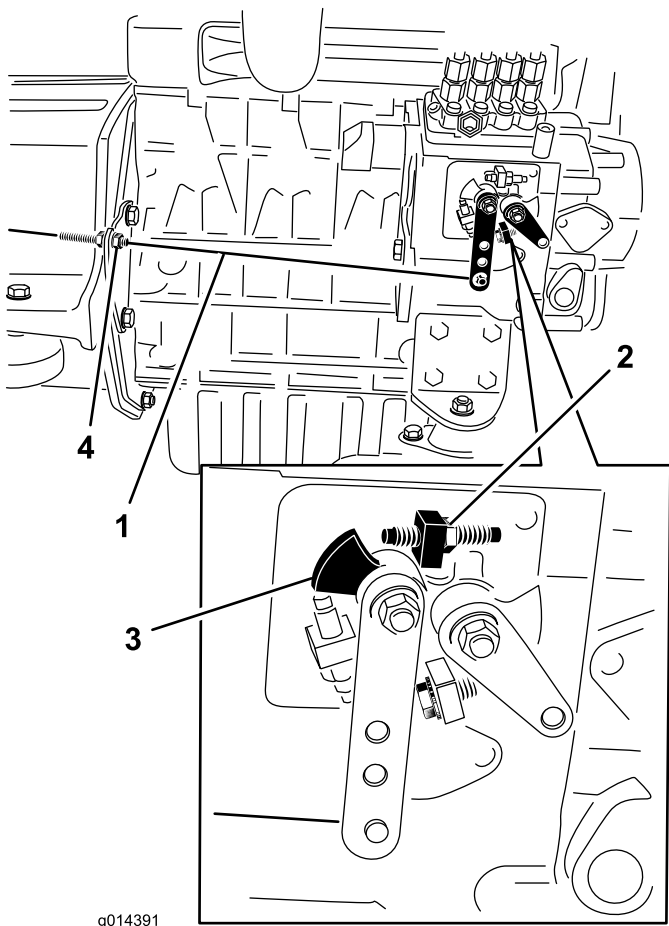

Figura 35
- Si es necesario, la posición de las contratuerca del cable de control del acelerador puede ajustarse hasta que la palanca de control de velocidad entre en contacto con el tornillo de alta velocidad cuando la palanca de control del acelerador está en la posición de Rápido (Figura 35). **No ajuste el tornillo de alta velocidad de la palanca de control de velocidad.**